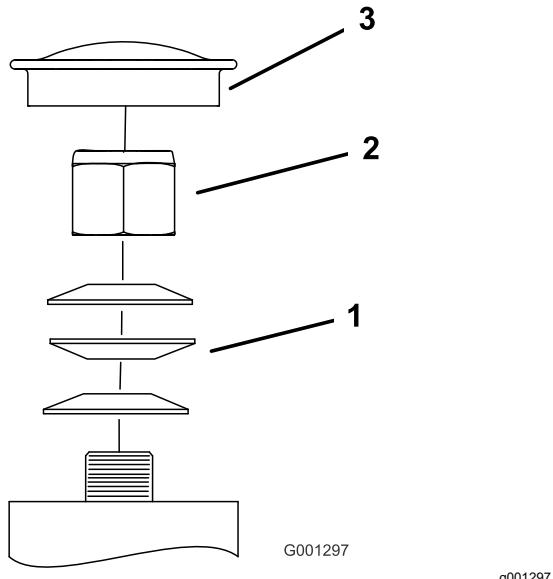
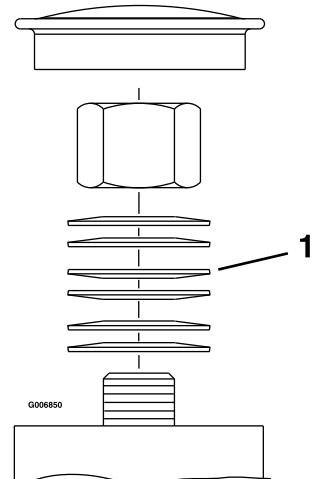

Figura 51
Figura 52
3. Retire el tapón guardapolvo de la rueda giratoria y apriete la contratuerca hasta que las arandelas de muelle estén planas, luego aflojela $\frac{1}{4}$ de vuelta para establecer correctamente la precarga de los cojinetes (Figura 51 y Figura 52).
Importante: Asegúrese de que las arandelas de muelle están correctamente instaladas, según se muestra en Figura 51 y Figura 52.